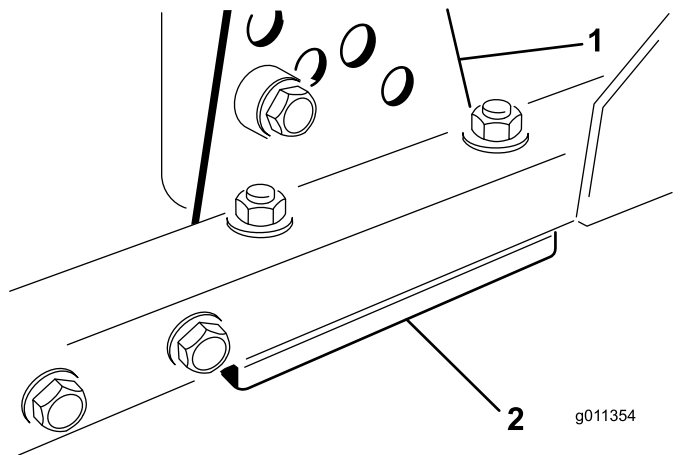

図 96
1. 刈り高ブラケット前、左、右のうち1つをカッティングユニットのフレームから外す **図 96**。
2. カッティングユニットのフレームとブラケットとの間に厚さ 1.5 mm または 0.7 mm のシム、場合によってはこれらの両方を挿入して、希望する刈高を達成する **図 96**。